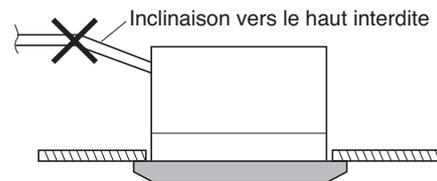

Fig. 3-10
- N'installez pas le tube en l'inclinant vers le haut par rapport à l'orifice de raccordement car les condensats refouleraient et fuiraient même lorsque l'unité ne fonctionne pas. (Fig. 3-10)